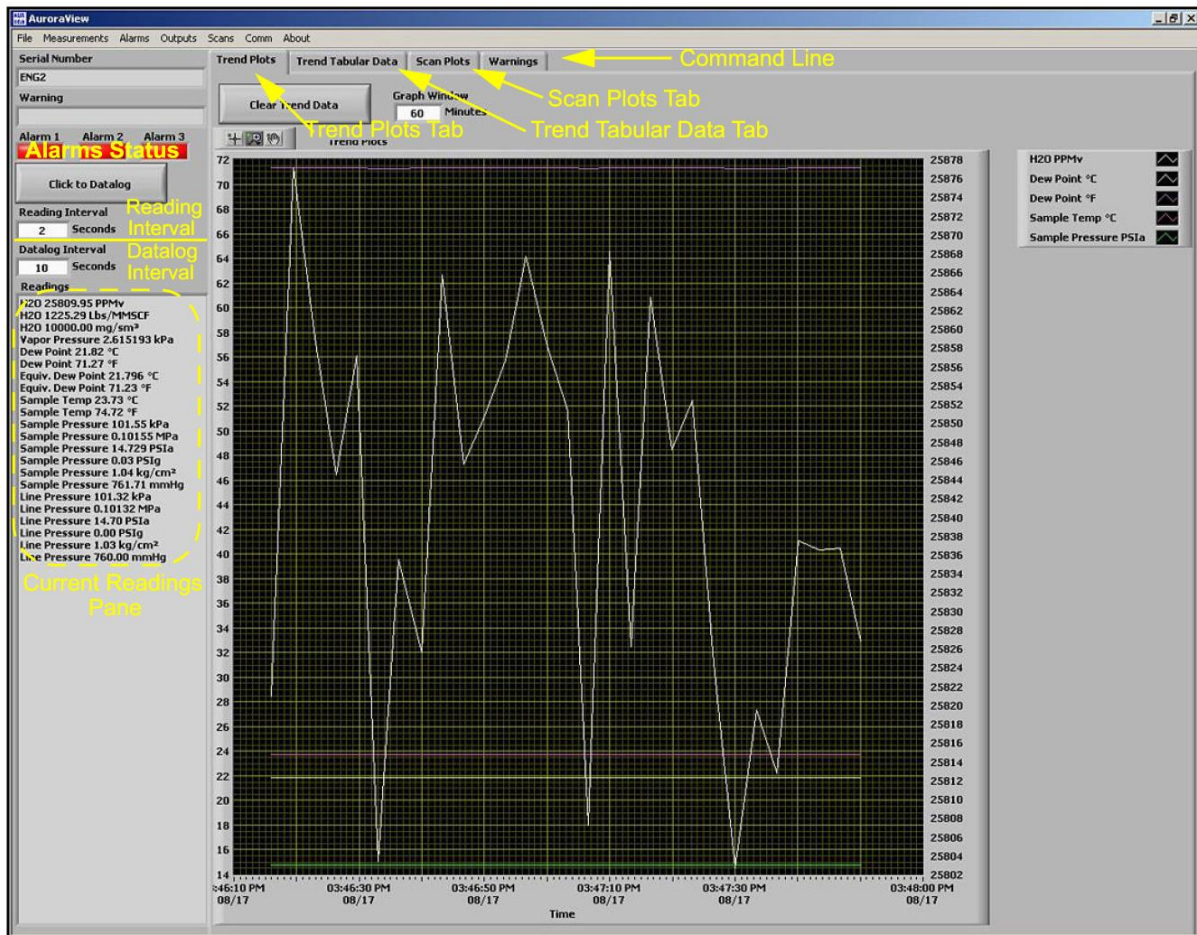

図 29 : AuroraView のメイン画面
2. AuroraView が起動し、下の図 29 のような画面が表示されます。